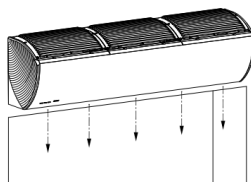

Imagen 4: Encienda
4. Encendido: Encienda y ejecute la cortina de aire (Imagen 4).